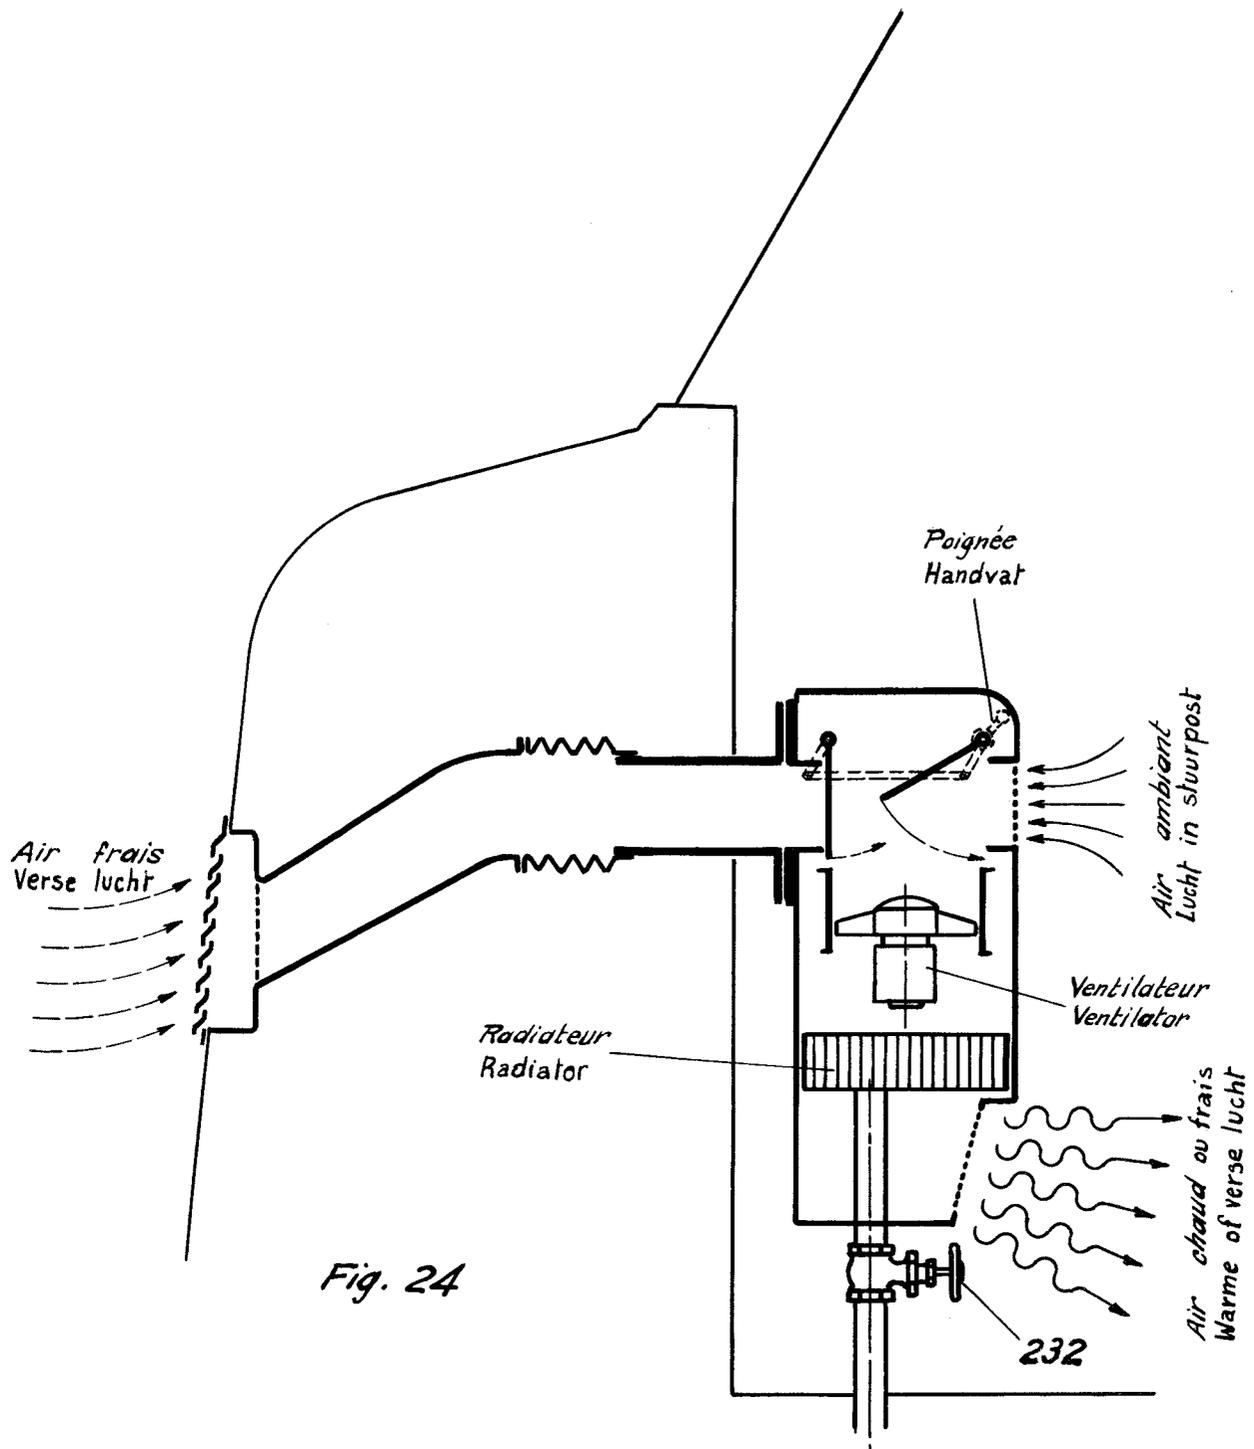

Fig. 24
A. CHAUFFAGE ET VENTILATION DE LA LOCOMOTIVE (Fig.24,p.132)